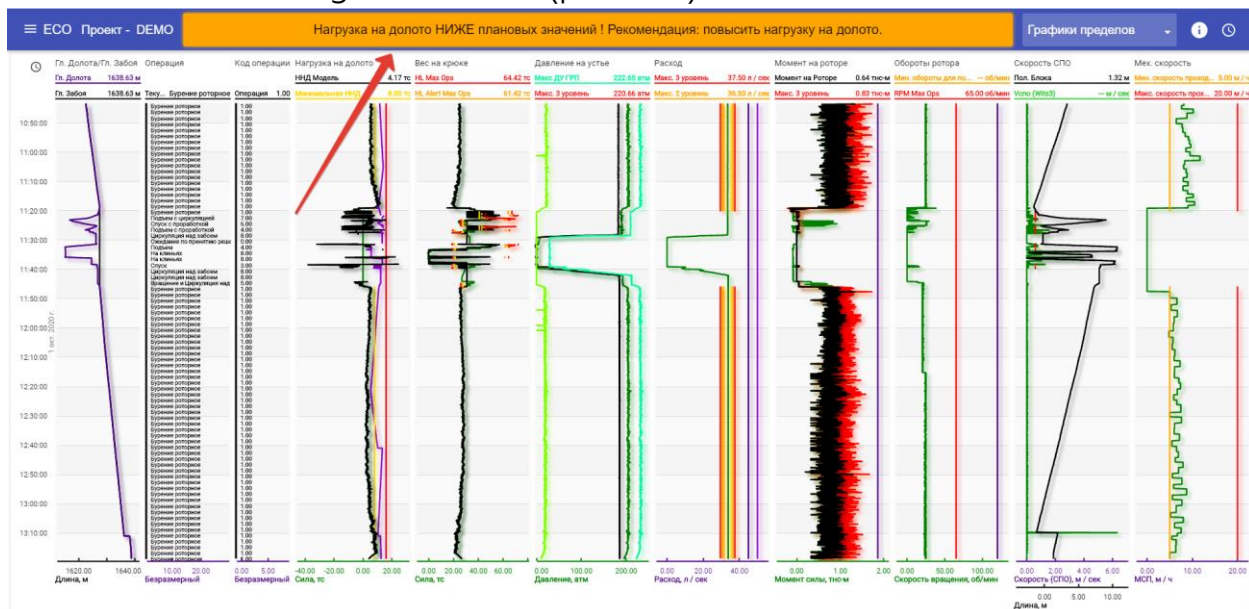

Рис.4.37 Оповещение по средствам всплывающего баннера.
- Рассылка заинтересованных специалистов по средствам электронной почты и Telegram канала. (рис.4.37)